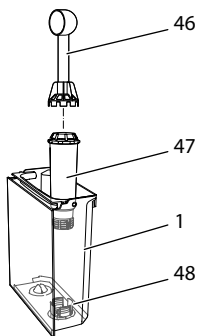

Fig. 25: Iskruning/udskruining af vandfilter
- Fjern vandfilteret, når maskinen opfordrer hertil (se Fig. 25, side 204).